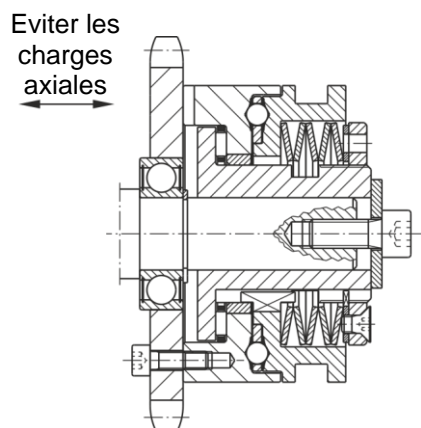

Fig. 4
- ❑ Fixer le limiteur axialement sans jeu, par ex. avec un couvercle en bout d'arbre, fig. 4 (pour assurer la précision d'intervention du détecteur).
- ❑ Ne pas appliquer de charge axiale sur le limiteur, due par ex. à une chaîne de transmission décentrée ou par un montage avec contrainte axiale sur l'élément de transmission, fig. 4.